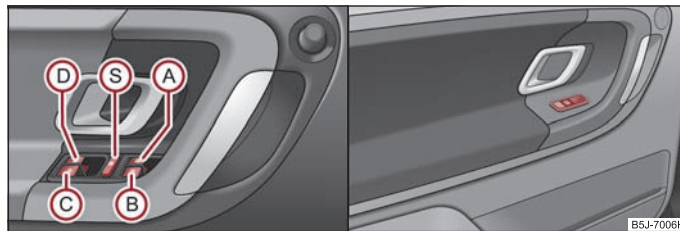

Abb. 32 Tasten in der Fahrertür / Tasten in den hinteren Türen
Die Tasten für die einzelnen Fenster befinden sich in dem Bedienteil der Armlehne der Fahrertür → Seite 42, Abb. 32, Beifahrertür und in den hinteren Türen.
Sie können durch Drücken des Sicherheitsschalters Ⓔ → Seite 42, Abb. 32 die Tasten der Fensterheber in den hinteren Türen außer Funktion setzen. Durch wiederholtes Drücken des Sicherheitsschalters Ⓔ sind die Tasten der Fensterheber in den hinteren Türen wieder in Funktion.
- Werden auf den Rücksitzen Kinder befördert, wird empfohlen, die elektrischen Fensterheber der hinteren Türen außer Funktion zu setzen (Sicherheitsschalter) Ⓔ → Seite 42, Abb. 32.